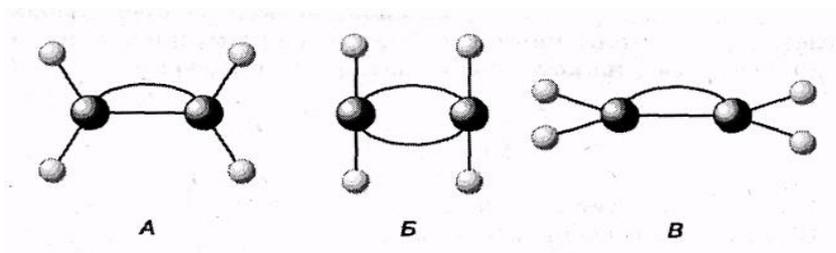

Рис. 13.
7. Какая модель на рис.13. соответствует строению молекулы этилена? Ответ обоснуйте.